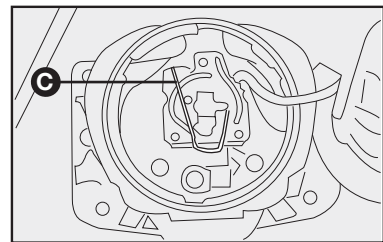

fig. 30
- 3) retirar o conector e, em seguida, o porta-lâmpada pressionando a presilha **C**–**fig. 30** para frente abrindo lateralmente para a direita.